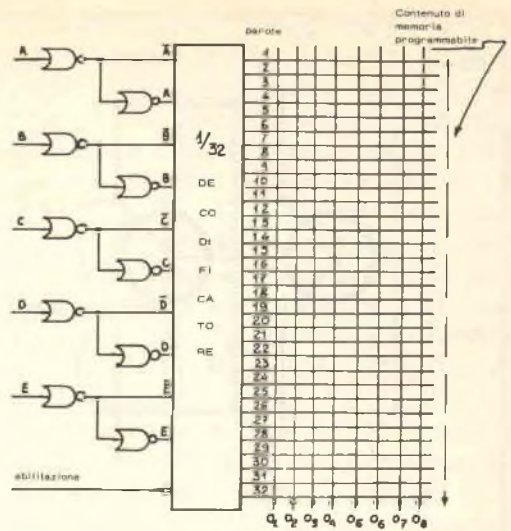

Fig. 4 - Memoria bipolare per sola lettura T154.
La SGS ha lanciato sul mercato una nuova memoria bipolare per sola lettura (fig. 4), che su un'unica piastrina di silicio di 2 x 2,8 mm integra l'equivalente di oltre 400 transistori bipolari per memorizzare 32 parole di 8 bit. Il contenuto della memoria viene inoltre programmato secondo le richieste del cliente durante il processo di produzione del componente.
**Fig. 4 -** Quattro distanziatori filettati fissano il circuito stampato sopra il telaio secondario. Lo schermo che si vede a destra nella foto è lungo 9,5 cm, largo 5,5 cm ed ha un risvolto di 10 mm.
parallelo a S1. Prima di montare il circuito stampato sul telaio secondario, come si vede nella *fig. 4*, si saldano ad esso fili di lunghezza opportuna per i collegamenti a C1, C2, S1, S2 e R6. Si fissa quindi il telaio secondario al pannello frontale.